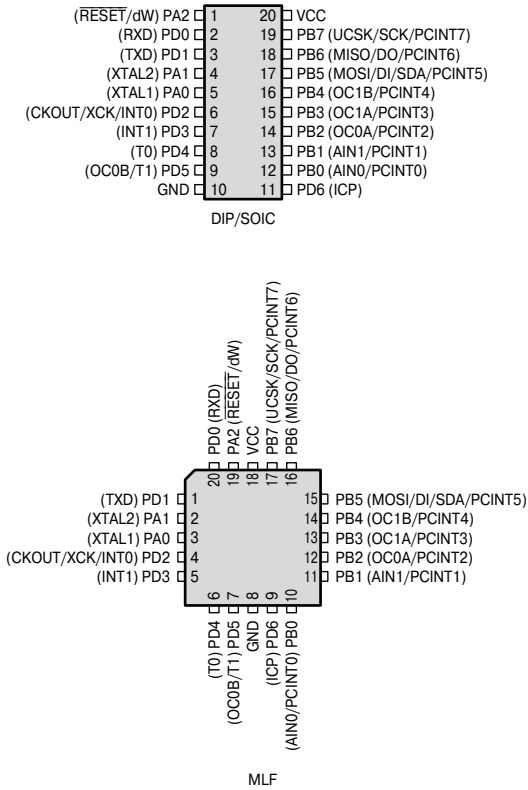

Рис. 1.6. Расположение выводов (вид сверху) моделей ATtiny2313/2313V
- ATtiny2313, ATtiny2313V (**Рис. 1.6**) — имеют FLASH-память программ объемом 2 Кбайт, ОЗУ объемом 128 байт и EEPROM-память данных объемом 128 байт. Максимальное количество контактов ввода/вывода равно 18. Эти модели по цоколевке и функционально обратны совместимы со снятыми с производства микроконтроллерами семейства Classic AT90S2100 и AT90S2313 и могут использоваться для их замены в новых разработках;